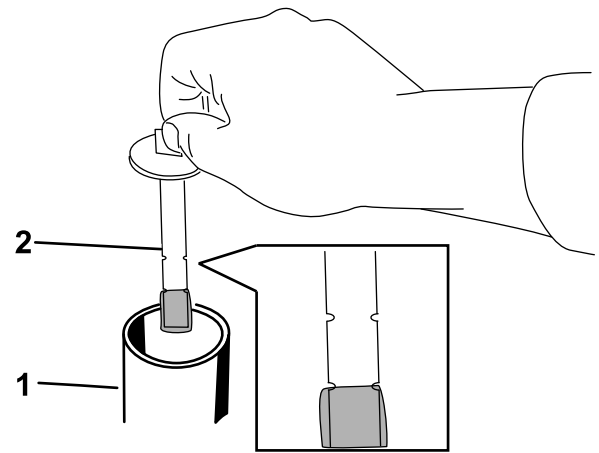

Figura 81
5. Retire el tapón y la varilla del depósito hidráulico (Figura 81).